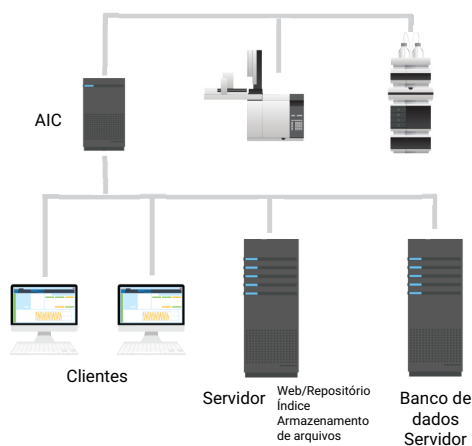

Figura 3 Topologia de 2 servidores: Os clientes e o AIC se conectam a dois servidores dedicados.
- ✓ Sistema de 2 servidores: (consulte Figura 3 na página 12),